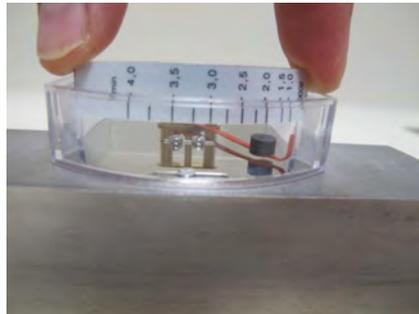

Abb. 62
- 14.** ▶ Skalenträger (mit aufgeklebter Skala) in die Führung des Kunststoffgehäuses schieben (Abb. 62). Dabei Durchflussrichtung beachten (niedrigster Skalenwert zeigt zur Eingangsseite des Gerätes)